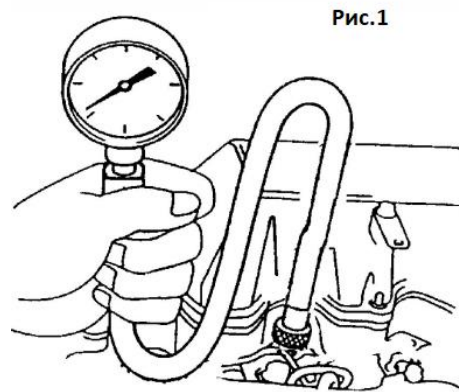

Рис.1
2.1 Используя соответствующий резьбовой переходник, ввинтите тестер в отверстие свечи зажигания (рис. 1) (плотно затяните пальцем - не используйте гаечный ключ), или используя нажимной фитинг с резиновым наконечником, плотно прижмите компрессометр к отверстию свечи зажигания.
**Обратите внимание!** На двигателях с низкой компрессией (менее 10 Бар) давление не должно изменяться более чем на 0,7 Бар от самого высокого значения до самого низкого значения в цилиндре. Обратите внимание! Показатели компрессии не сбалансированы, когда данные одного или более цилиндров находятся значительно выше или ниже, чем остальные. рис. 1